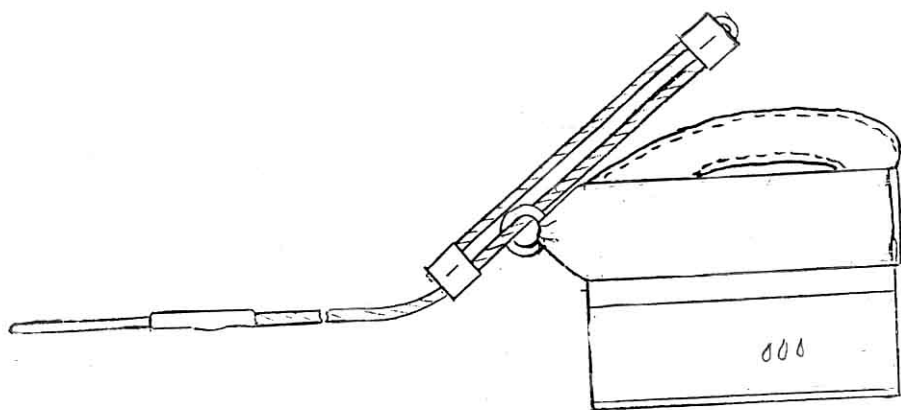

Рис. 10. Звено ручного раскрытия.
2.5.12. З в е н о р у ч н о г о р а с к р ы т и я, предназначенное для ручного раскрытия отсека запасного парашюта, состоит из троса, на одном конце которого установлена шпилька зачехловочная, а на другом - ограничитель с полужестким кольцом - ручкой звена (рис. 10).